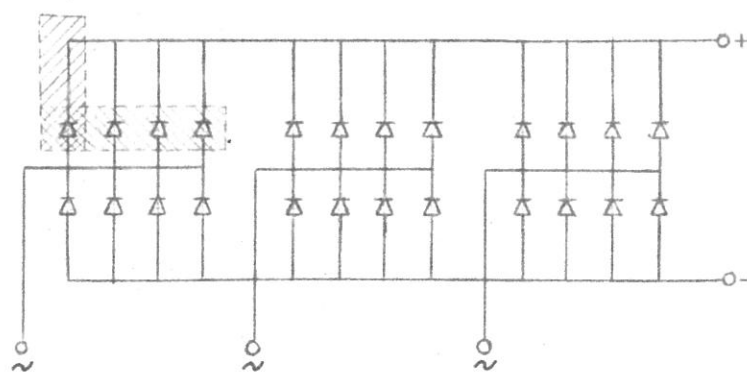

Рис. 3.
3. Выпрямительные элементы находятся между потолком и крышей вагона. Они становятся доступными после снятия части потолка. Выпрямитель состоит из шести блоков, каждый блок состоит из 4-х столбиков, таким образом мы всегда имеем трехфазное выпрямление. (То не указано на рис. 3). Согласно этому рисунку вентиль состоит из столбца так, что мы всегда имеем три параллельных пути для тока.